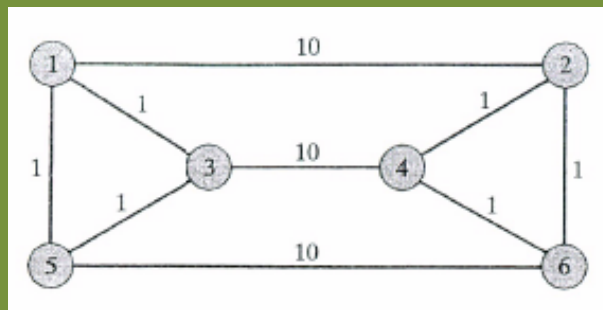

Figura 3.3: Red del problema del viajante.
- Consideramos la red de la Figura 3.3 donde tenemos una red con 9 arcos y 6 nodos junto con sus respectivas *distancias*.
- Viendo la Figura 3.3 está claro que la *ruta más económica* que cumple las anteriores restricciones (pasar exactamente una vez por cada nodo) es la solución que forma los *subtours* 1 – 3 – 5 y 2 – 4 – 6, cuyas variables tienen los siguientes valores:
que evita los anteriores subtours obligando a que haya, al menos, un arco entre ellos (ver Figura 3.3).